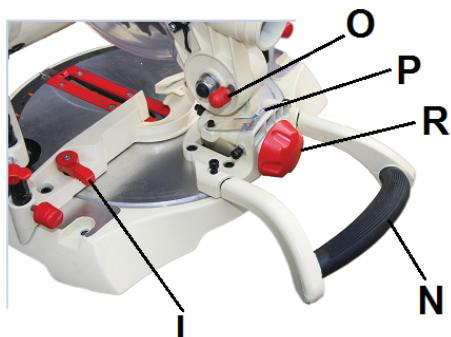

Рис. 2
- Пилка постачається із зафікованою ріжучою головою. Щоб розблокувати голову пилки, витягніть фіксатор (O, Рис. 2), при цьому натиснувши на голову пилки.
- Пилка вмикається натисканням на перемикач на внутрішньому боці рукоятки (M, Рис. 2).